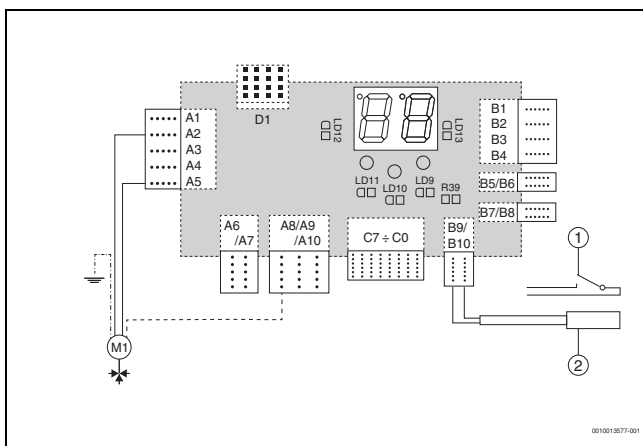

Fig. 1 Tilkobling av 3-veisventilen for funksjonen til styringen av varmtvannet eller reservekilden
- ▶ Koble til kablen til shunten på elektronikken til fyrkjelen tilsvarende koblingsskjemaet (→fig. 1). Isolér de gjenværende lederne (det dreier seg om interne kontakter til shunten).
- ▶ Koble til følerne på klemmene B9-B10 til elektronikken tilsvarende koblingsskjemaet (→fig. 1). Det er ikke nødvendig å overholde noe polaritet på følerkablene.